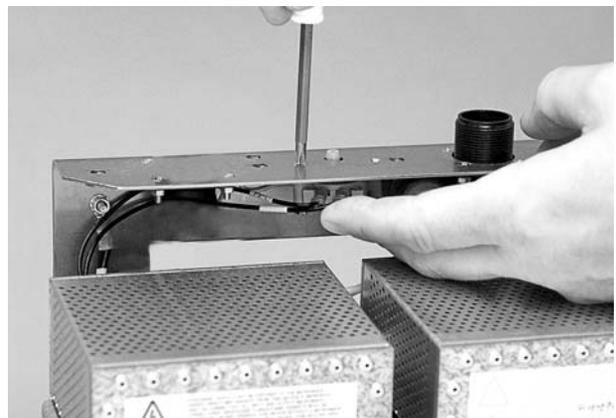

Figure 4-13 Dépose du pressostat
3. Voir la figure 4-13. Retirer les vis qui fixent le pressostat à la base isolante.